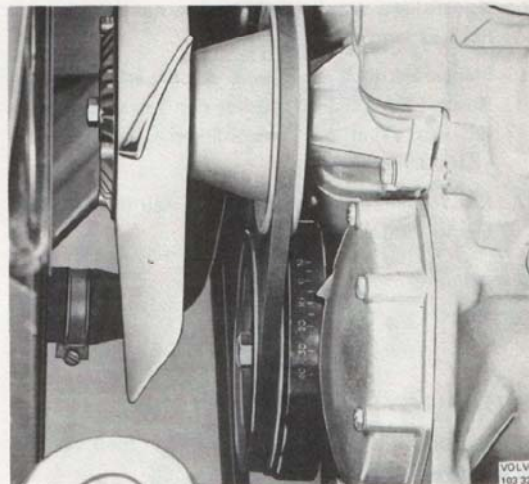

Bild 3-47. Svängningsdämpare med gradering för tändinställning
1. Rengör svängningsdämparen så graderingen syns, bild 3-47.